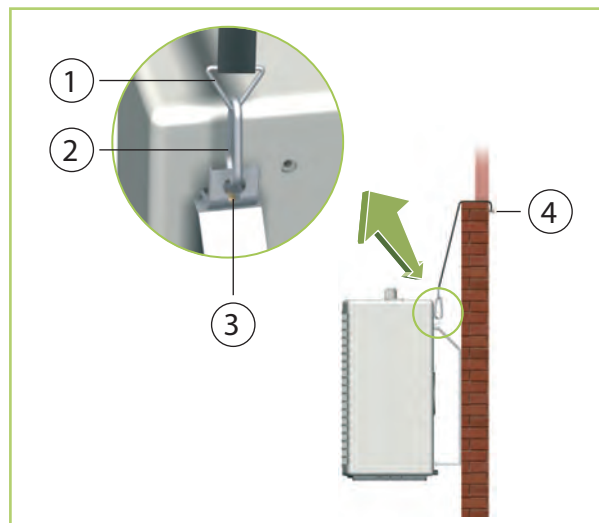

Abb. 11: Montage mit Befestigungsriemen
- Hängen Sie das andere Ende der Befestigungsriemen in die bauseitig an der Wand oder Brüstung anzubringenden Ösen-schrauben ein (Abb. 11). Auf ausreichende Festigkeit achten.